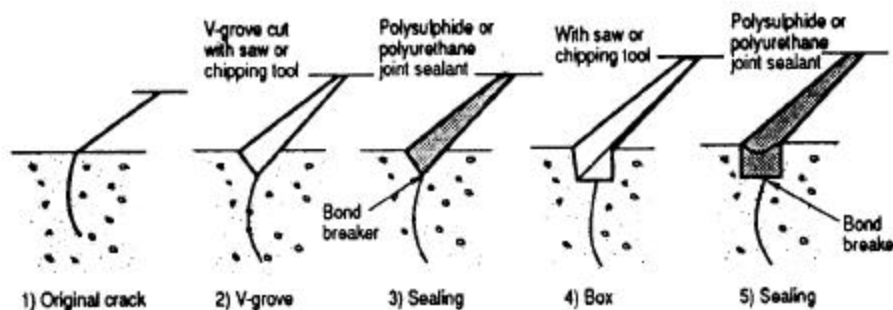

Fig 3.76 - Réparation d'une fissure par évidage et calfeutrage.
- La technique consiste à **élargir l'ouverture de la fissure** pour permettre à un matériau calfeutrant de pénétrer (Fig 3.76).